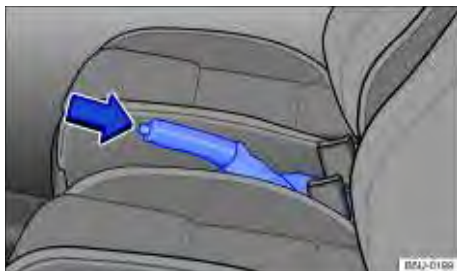

Fig. 109 Entre os bancos dianteiros: freio de estacionamento.
- Puxar a alavanca do freio de estacionamento para cima com o botão bloqueador pressionado ⇒ Fig. 109(seta).
Puxar a alavanca do freio de estacionamento um pouco para cima e pressionar o botão bloqueador ⇒ Fig. 109 (seta).